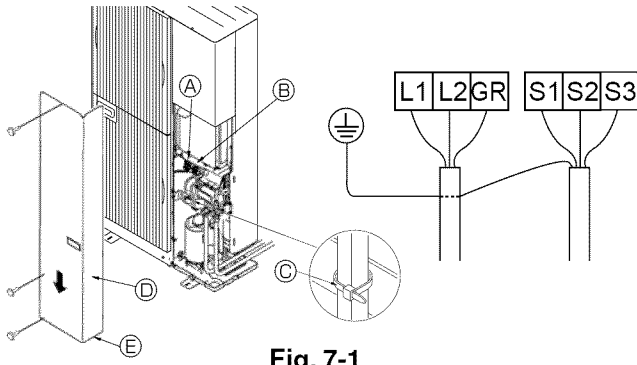
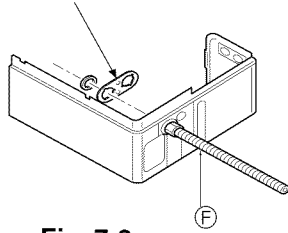

Fig. 7-1
Fig. 7-2
7.1. Unidad exterior (Fig. 7-1) (Fig. 7-2)
- ① Extraiga el panel de servicio.
- ② Efectúe el cableado según se muestra en la Fig. 7-1.
- ③ Se suministran las placas de montaje del conducto ($\varnothing 22$ mm [7/8"]). Pase los cables de alimentación y de transmisión por los orificios troquelados adecuados, retire la pieza troquelada de la parte inferior de la caja de terminales y conecte los cables. (Fig. 7-2)
- ④ Asegure los cables de alimentación a la caja de terminales utilizando un manguito separador para la fuerza de tracción (conexión PG o similar).